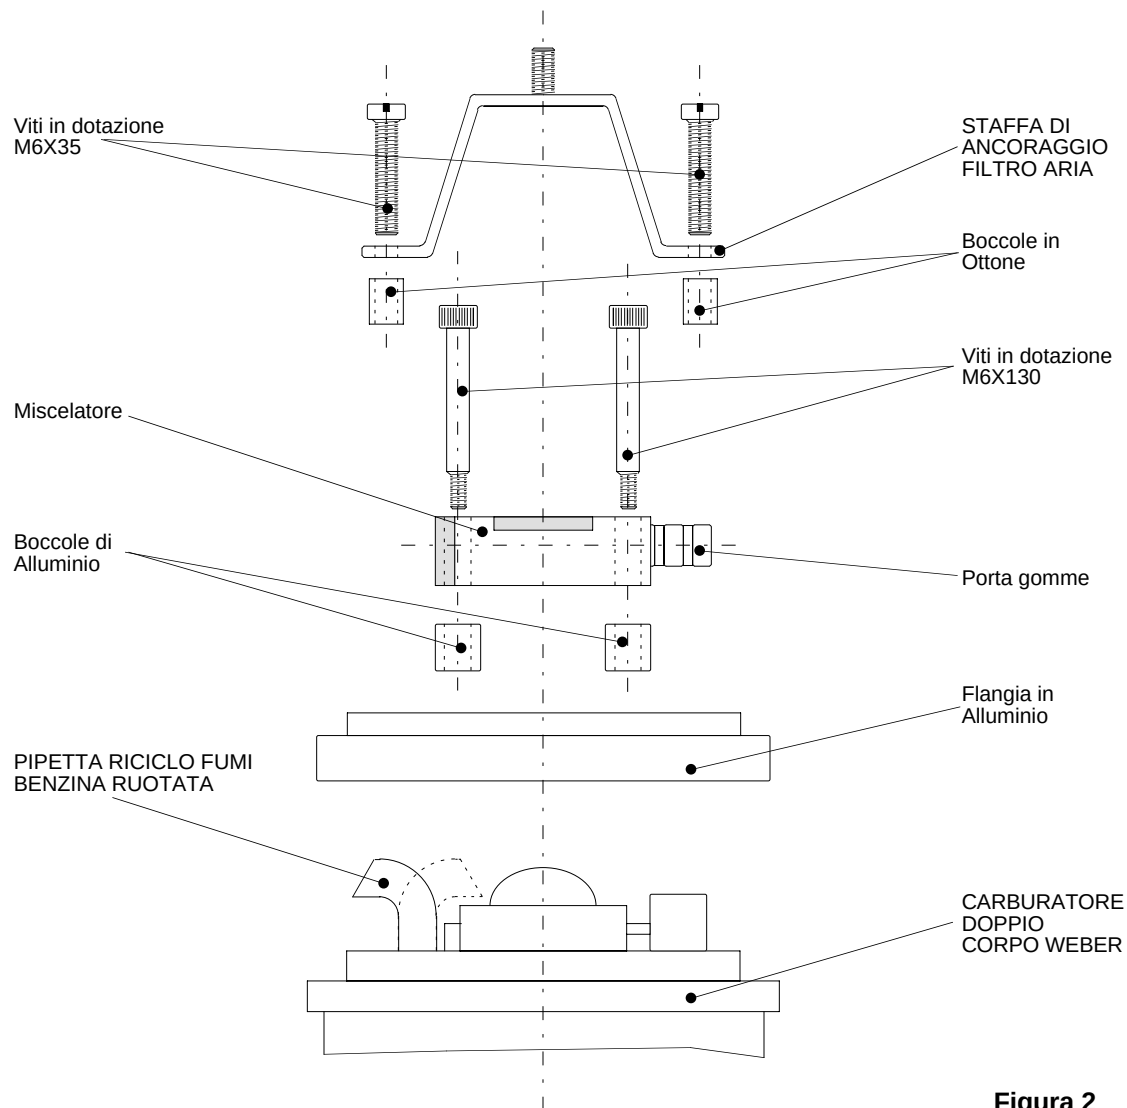

Figura 2
- 3) Togliere la staffa di ancoraggio filtro aria sul carburatore ed appoggiare sullo stesso la flangia di alluminio (figura 2).
- 4) Ruotare come da figura 2 la pipetta in plastica di riciclo fumi benzina.
- 7) Fissare il miscelatore come da figura 2.
- 8) A questo punto rimontare la staffa di ancoraggio filtro usando le due viti in dotazione M6X35 ed alzandola mediante le due boccole di ottone (figura 2).